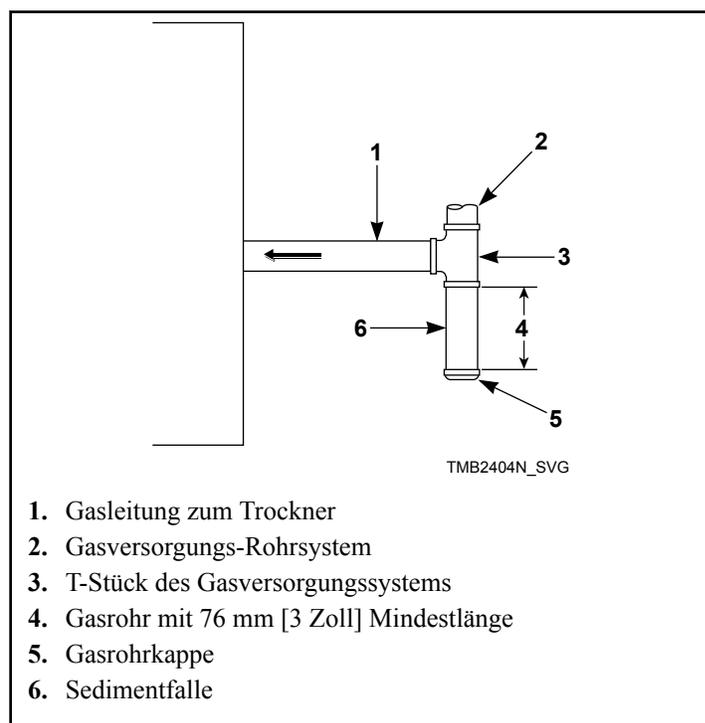

Abbildung 11
Die folgenden Teile müssen für die Gasversorgungsleitung jedes Trockners vom Kunden beigelegt und installiert werden. Siehe *Abbildung 11*.
- Versorgungsdruckmessstellen (1/8 NPT Minimum) (siehe *Abbildung 11*)